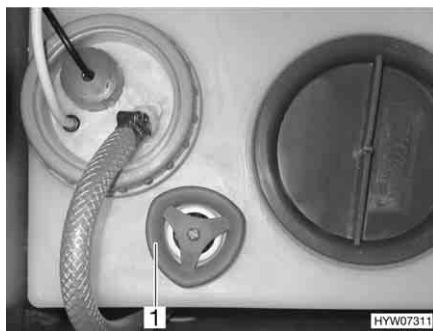
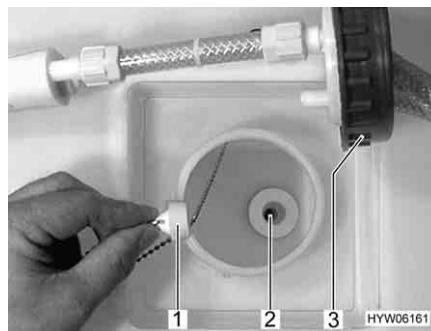

Fig. 206 Serbatoio dell'acqua, maniglia girevole
Fig. 207 Serbatoio dell'acqua, tappo di chiusura
- Sul serbatoio dell'acqua ruotare la maniglia girevole (Fig. 206,1) in senso orario, per chiudere l'apertura di scarico; oppure svitare il coperchio (Fig. 207,3) del serbatoio dell'acqua, inserire il tappo di chiusura (Fig. 207,1) nell'apertura di scarico (Fig. 207,2) e riavvitare il coperchio del serbatoio dell'acqua.